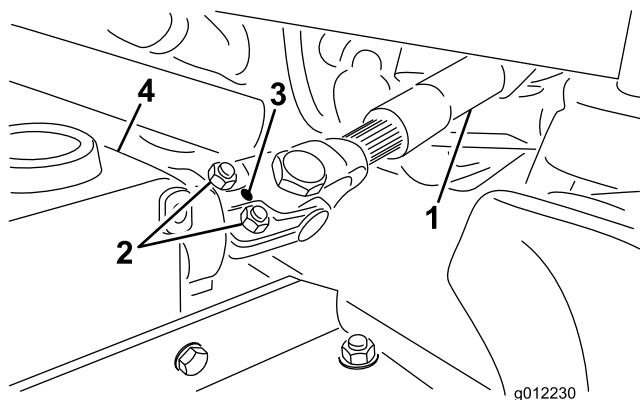

Figura 4
- A. Quite el pasador cilíndrico de la horquilla y del eje de la caja de engranajes (Figura 4).
- B. Afloje los 2 tornillos de caperuza y las contratuercas (Figura 4).
- C. Sujete la horquilla del extremo del árbol de la TDF al eje de la caja de engranajes con el pasador cilíndrico (Figura 4).
- D. Apriete las contratuercas para sujetar la horquilla al eje de la caja de engranajes (Figura 4). Apriete las contratuercas a 20–25 Nm.